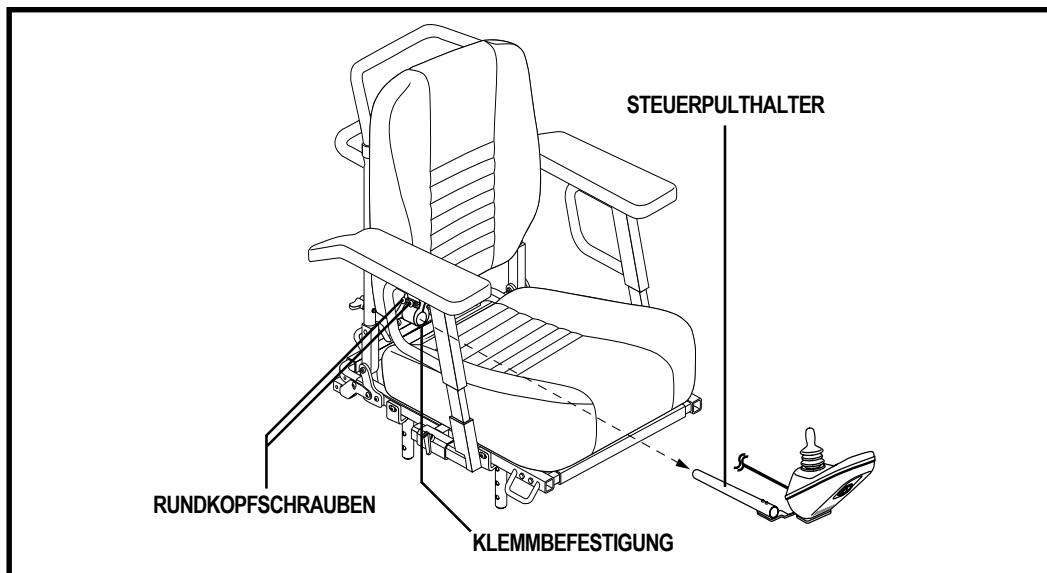

Abb. 21. Position des Steuerpults
4. Lösen Sie die Rundkopfschraube der Klemmbefestigung an der Armlehne. Siehe Abb. 21.